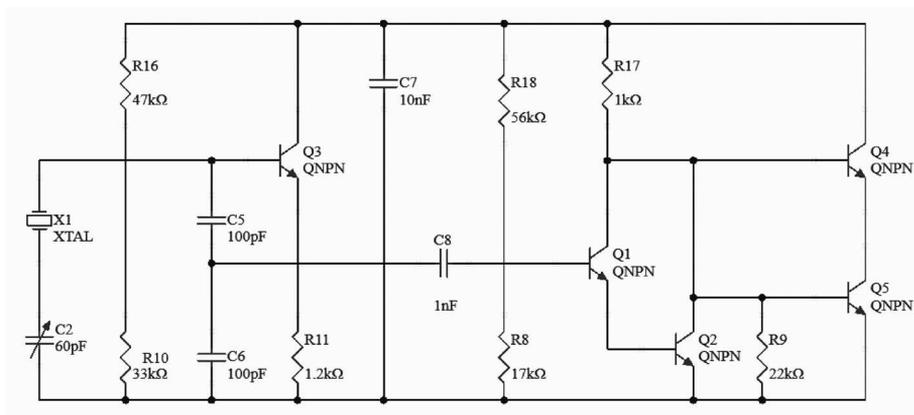

图 3.29 单片机逻辑系统的电路原理图
(1) 启动 AD 24,新建名为“实验 3. PrjPcb”的工程,把工程保存到桌面上。
(2) 新建名为“实验 3. Sch.Doc”的电路原理图设计文件,并打开电路原理图编辑器。
(3) 设置电路原理图图纸的参数:采用公制,图纸边框显示,图纸边框颜色为黑色,图纸颜色为白色,图纸尺寸为 A4,图纸方向为横向,添加图纸标题栏,图纸分为  $4 \times 4$  个区,坐标原点在左上角,添加作者、检查者、公司名称。
(4) 设计单片机逻辑系统的电路原理图,预期设计结果如图 3.29 所示。